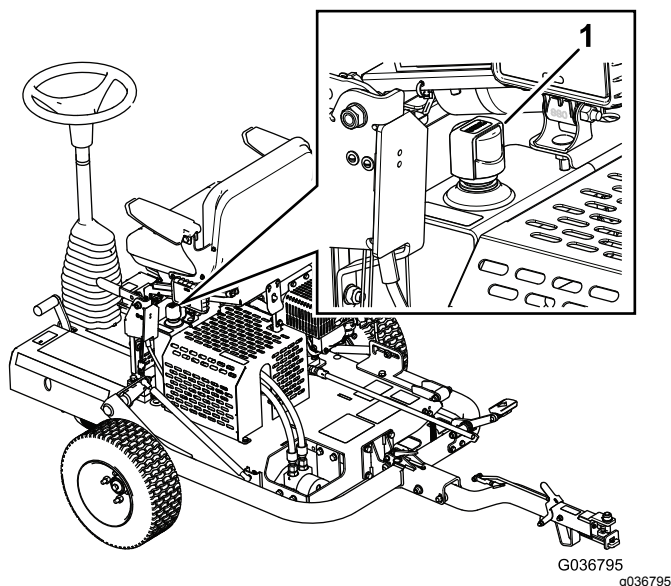

Figura 21
3. Retire a tampa do depósito hidráulico e verifique o nível de fluido na vareta (**Figura 21**).